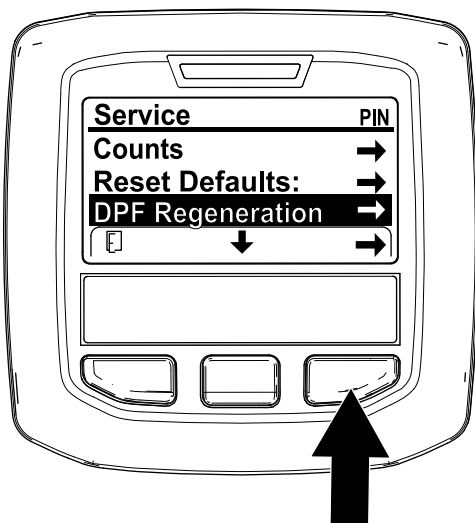

Рисунок 6
1. Перейдите к меню Service (Техобслуживание), нажмите среднюю кнопку для прокрутки вниз к опции DPF REGENERATION (РЕГЕНЕРАЦИЯ DPF) (Рисунок 6).
- Нажмите правую кнопку для выбора позиции DPF Regeneration (Регенерация DPF) (Рисунок 6).